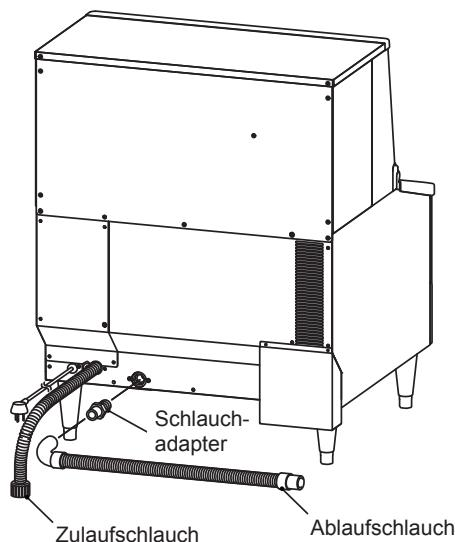

Abb. 3
2) Um die Schlauchverschraubung ein PTFE-Bandwickeln und den Schlauchadapter in den Wasserablauf des Eisbereiters hineinschrauben. Den grauen, flexiblen Ablaufschlauch (Zubehör) handfest auf den Schlauchadapter schrauben (siehe Abb. 3). Der Schlauch lässt sich auf die richtige Länge, d. h. der Position des Hauptabflusses entsprechend, zuschneiden. Zur Vermeidung von Wasserlecks den Ablaufschlauch mit einer Schlauchklemme am Ablaufauslass sichern.